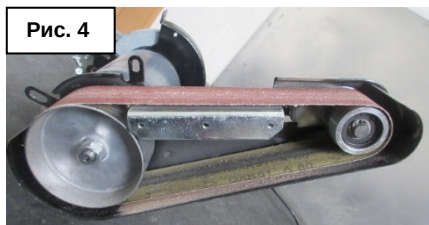

Рис. 4
1. Снимите болты, чтобы разобрать внешнюю защиту (Рис.4)